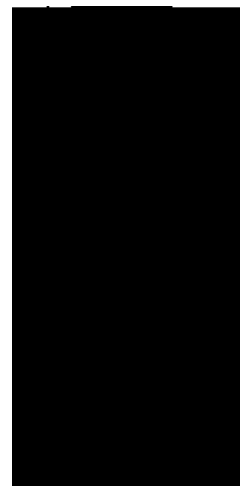

Рисунок 84. Гистограмма EnSite Array для столбца A электродов EnSite Array. Каждый столбец пересекает зеленая линия; это допустимая схема
1. Визуализируйте линию, пересекающую значение каждого столбца, аналогичную зеленой линии, показанной на Рисунок. 84. Для визуализации схемы при необходимости отрегулируйте ползунок Amplitude (Амплитуда).